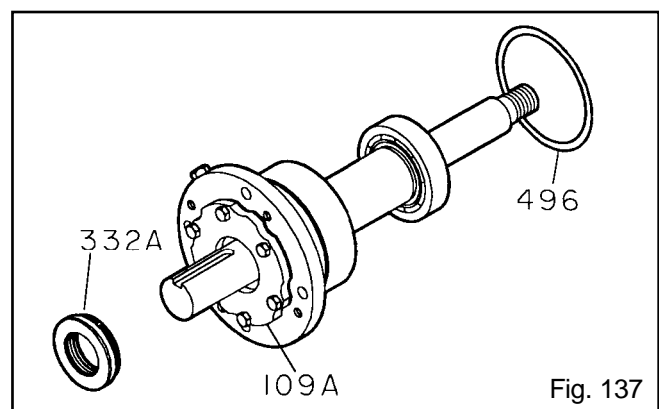

Fig. 137
- Instale un anillo en O (496) nuevo (Fig. 137).